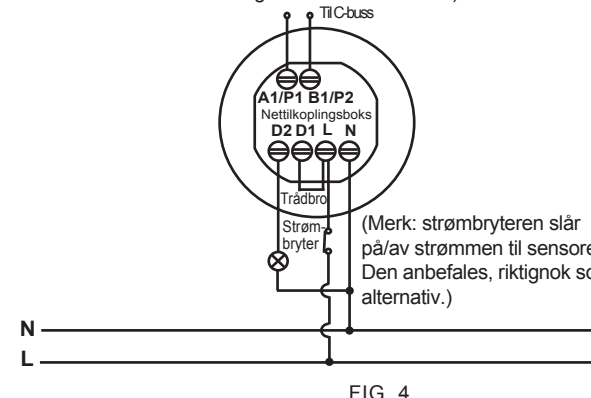

FIG. 4
- Driften av C-buss signalstyring (se FIG. 4, forsikre deg om at skyvebryteren er korrekt innstilt, se avsnitt 4.2.1.2 og FIG. 20 & FIG. 21).